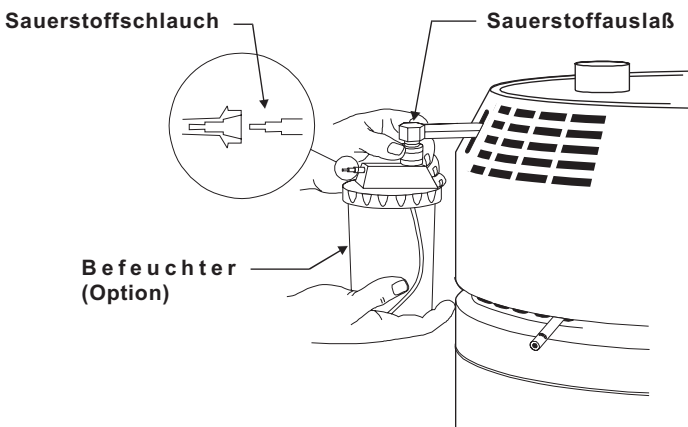

Abbildung 5 - Vorbereitung der Versorgungseinheit als direkte O₂-Quelle
1. Wenn ein *Befeuchter* benutzt wird, muß dieser bis zu der in der Bedienungsanleitung des Befeuchters angegebenen Höhe mit destilliertem Wasser gefüllt werden. Schließen Sie den *Befeuchter* an den *Sauerstoffauslaß* der Versorgungseinheit an. (Abbildung 5).